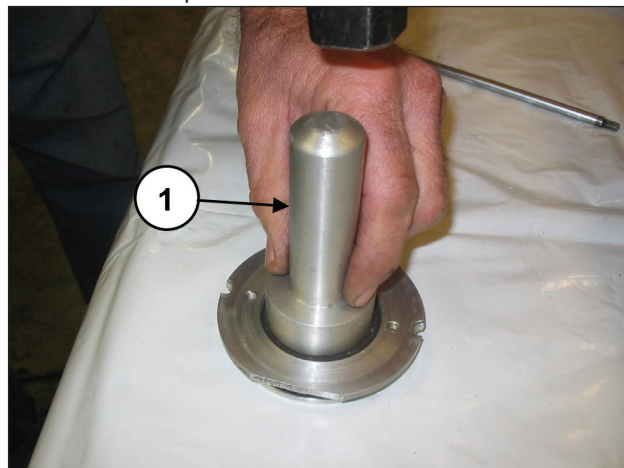

Fig. 139
Montar el retén en la tapa de retención (pos. ①, Fig. 139) utilizando un tampón cód. 27910900.